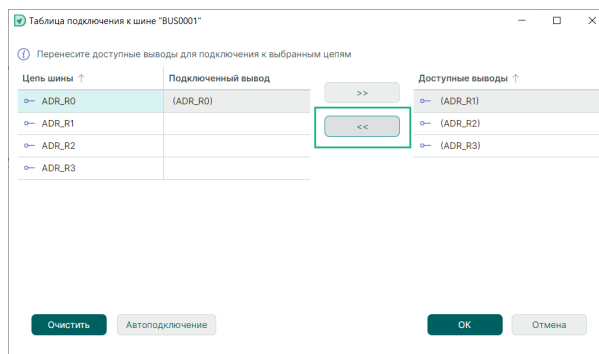

Рис. 199 Выбор цепи и соответствующего ей вывода
1. Выберите нужную цепь в левой части окна и соответствующий ей вывод в правой части окна, см. Рис. 199.